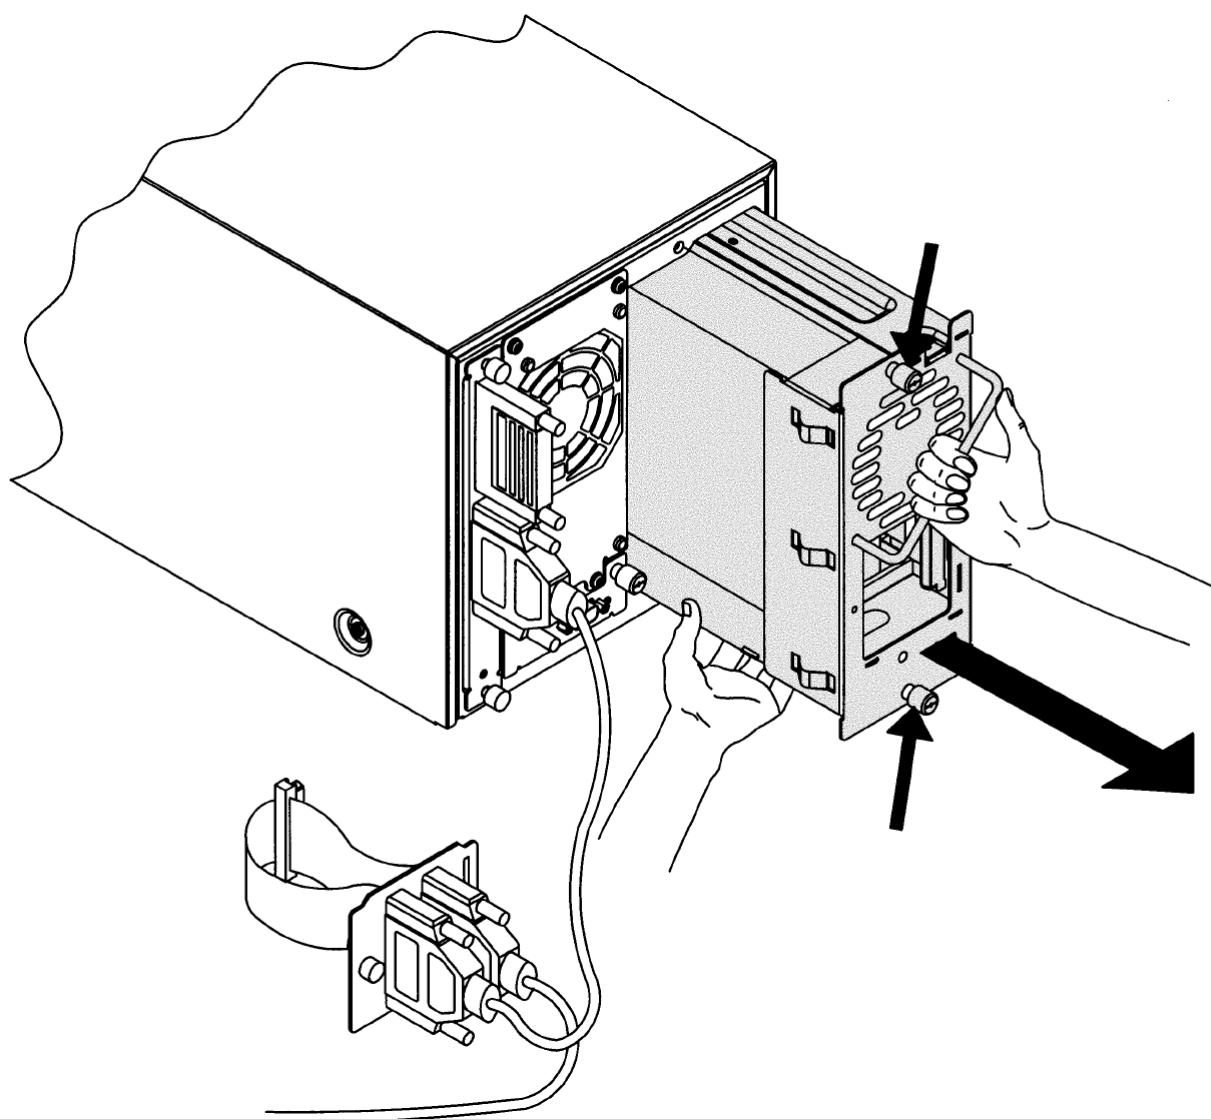

図 5.2 ドライブの取り出し
2. ドライブモジュールの中央にあるコネクタプレートの両側のつまみねじを緩めます(図5-2)。つまみねじを初めて緩める場合は、ドライバを使用してください。
6. ドライブモジュールの上部と下部のつまみねじを緩めます（図5-2）。